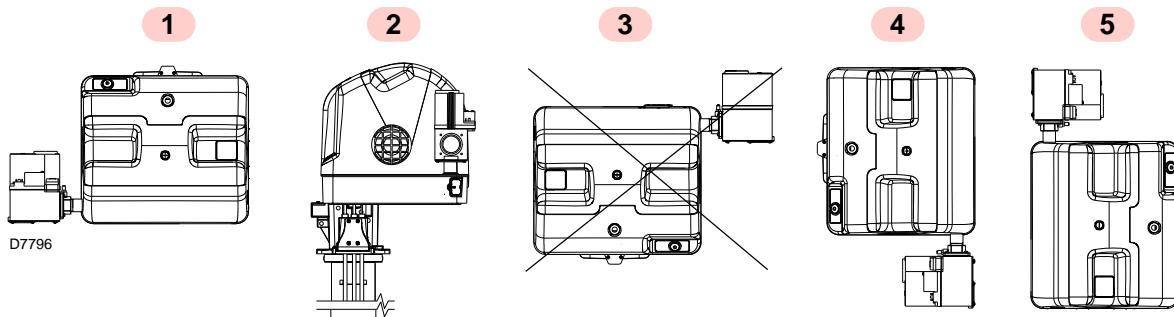

Abb. 11
- Der Brenner kann ausschließlich in den Stellungen **1, 2, 4** und **5** betrieben werden (Abb. 11).
- Alle Positionen erfordern die Installation des Gasventils mit nach oben oder waagerecht ausgerichteten Spulen (Abb. 11).